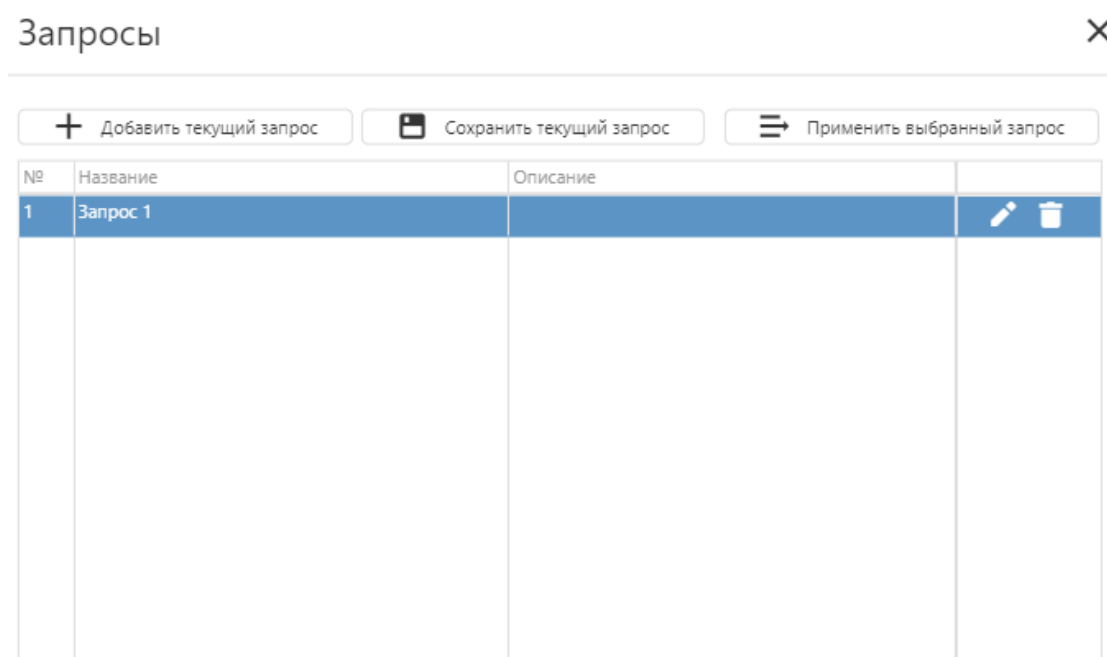

Рис. 3.1
- по нажатию на кнопку открывается окно «Запросы» (рис. 3.1), в котором можно выбрать сохраненный ранее запрос. В запросе сохраняются все настроенные параметры таблицы – сортировка, фильтры, группировка. Также можно создать новый запрос.